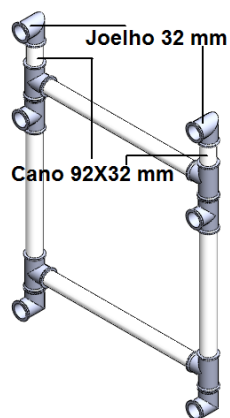

Figura 46. Montagem Final – Passo 19
- Passo 19: Junte 2 conexões “Joelho 32mm”, 2 canos 92X32 mm com o conjunto montado no passo 18, como mostrado na figura 46 (1 unidade);